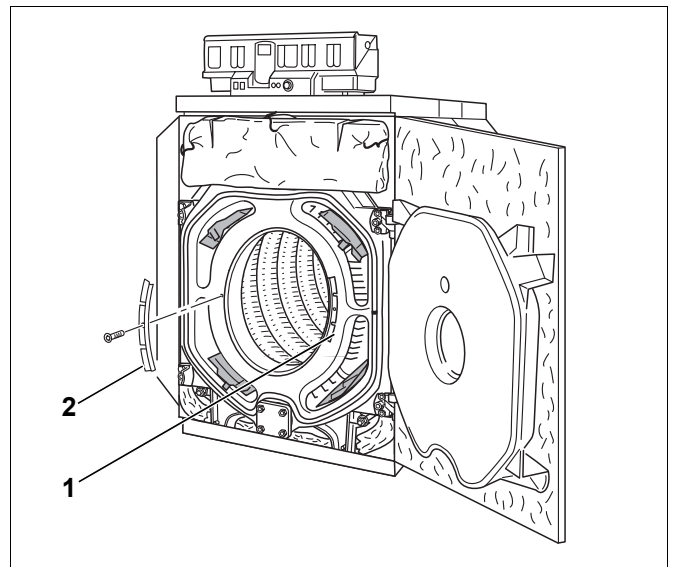
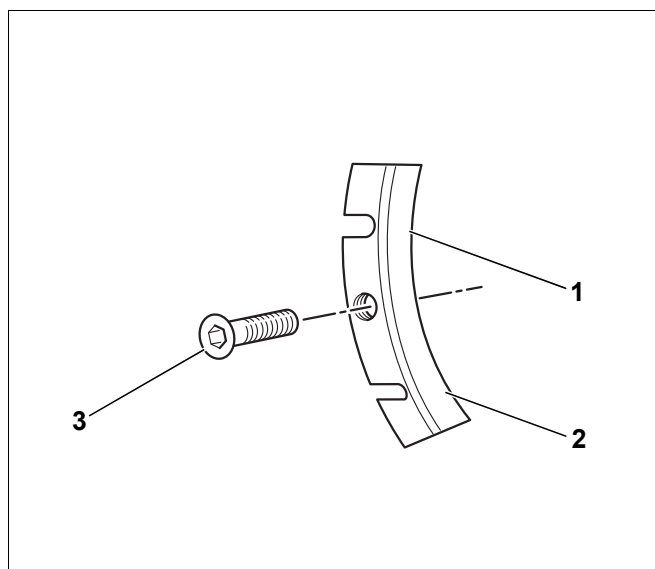

Fig. 68 Posizionamento delle piastre di arresto fumi
Fig. 69 Piastra di arresto fumi
- Allentare la vite ad esagono cavo sulla piastra di arresto dei fumi e rimuovere le piastre a sinistra e a destra (fig. 68, [1] e [2]).
- ▶ Allentare la vite ad esagono cavo (fig. 69, [3]) sulla piastra di arresto dei fumi e rimuovere le piastre a sinistra e a destra (fig. 68, [1] e [2]).
- ▶ Posizionare la piastra di arresto fumi sopra una base, in modo tale che gli intagli (fig. 69, [1] e [2]) vengano a trovarsi nel vuoto. Smontare, colpendo con un martello, un segmento della piastre di arresto fumi sinistra e destra.